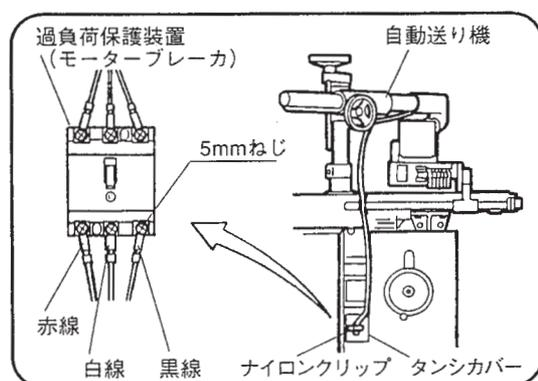

図 55
- (1) タンシカバー取付けねじをお手持ちのプラスドライバーでゆるめタンシカバーをはずします。
- (2) 自動送り機のコードはタンシカバーに付いているナイロンクリップに通し、タンシカバーの穴に入れます。
- (3) 過負荷保護装置 (モーターブレーカ) の端子に左側からコードの赤線、白線、黒線を接続します。(図 55)